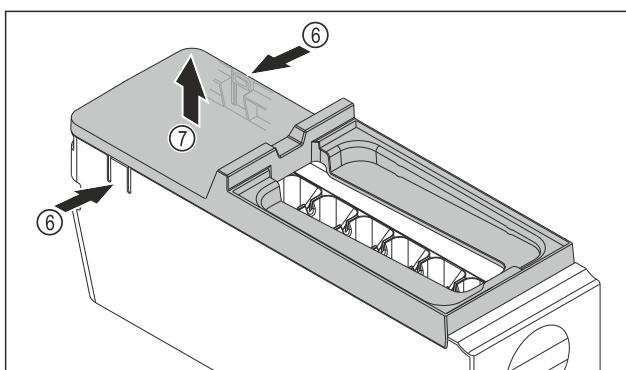

Fig. 83
- ▶ Снимите крышку корпуса EasyTwist-Ice: Надавите пальцем вниз на накладку Fig. 83 (6) с обеих сторон корпуса EasyTwist-Ice.
- ▶ Другой рукой снимите крышку Fig. 83 (7) по направлению вверх.